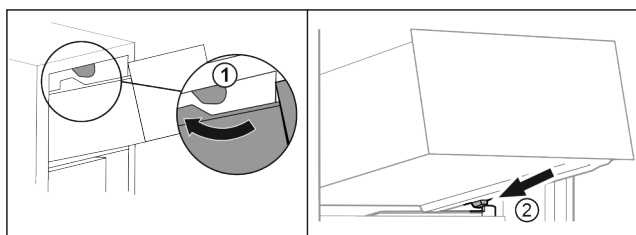

Fig. 23
- ▶ Preved'te zásuvku okolo horných zarážok. Fig. 23 (1)
- ▶ Nasad'te zásuvku šikmo za dolnými zarážkami na rebro nádoby. Fig. 23 (2)